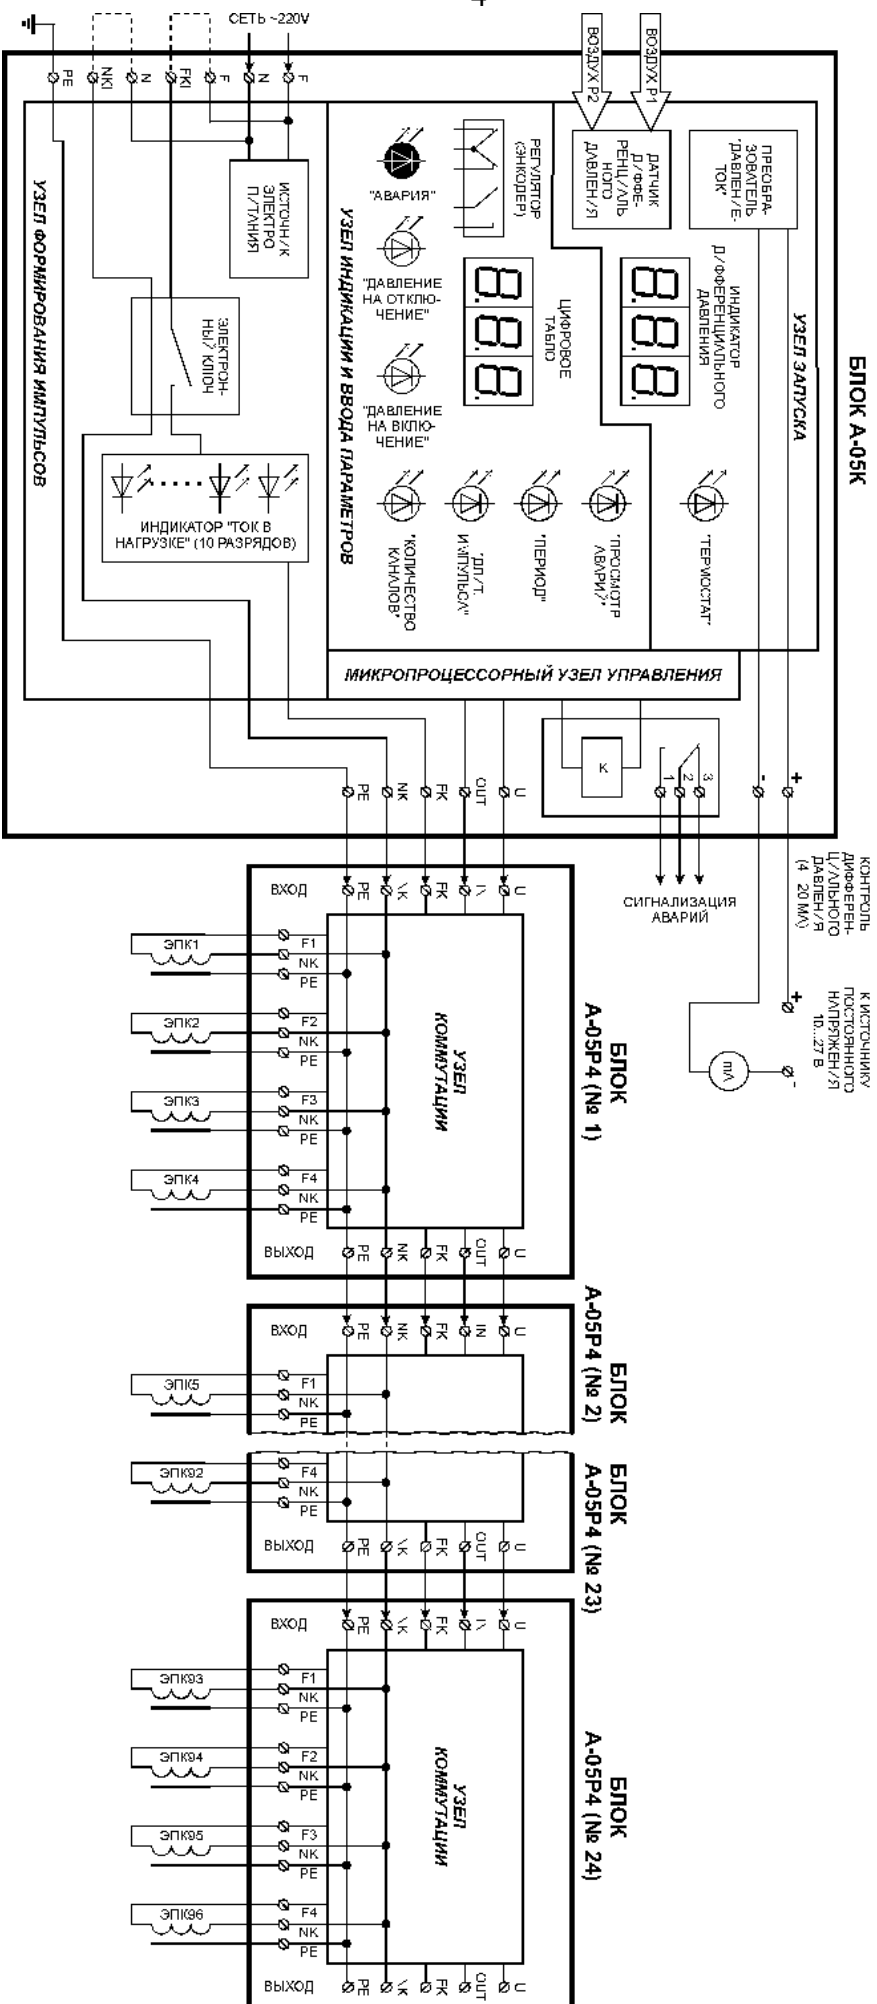
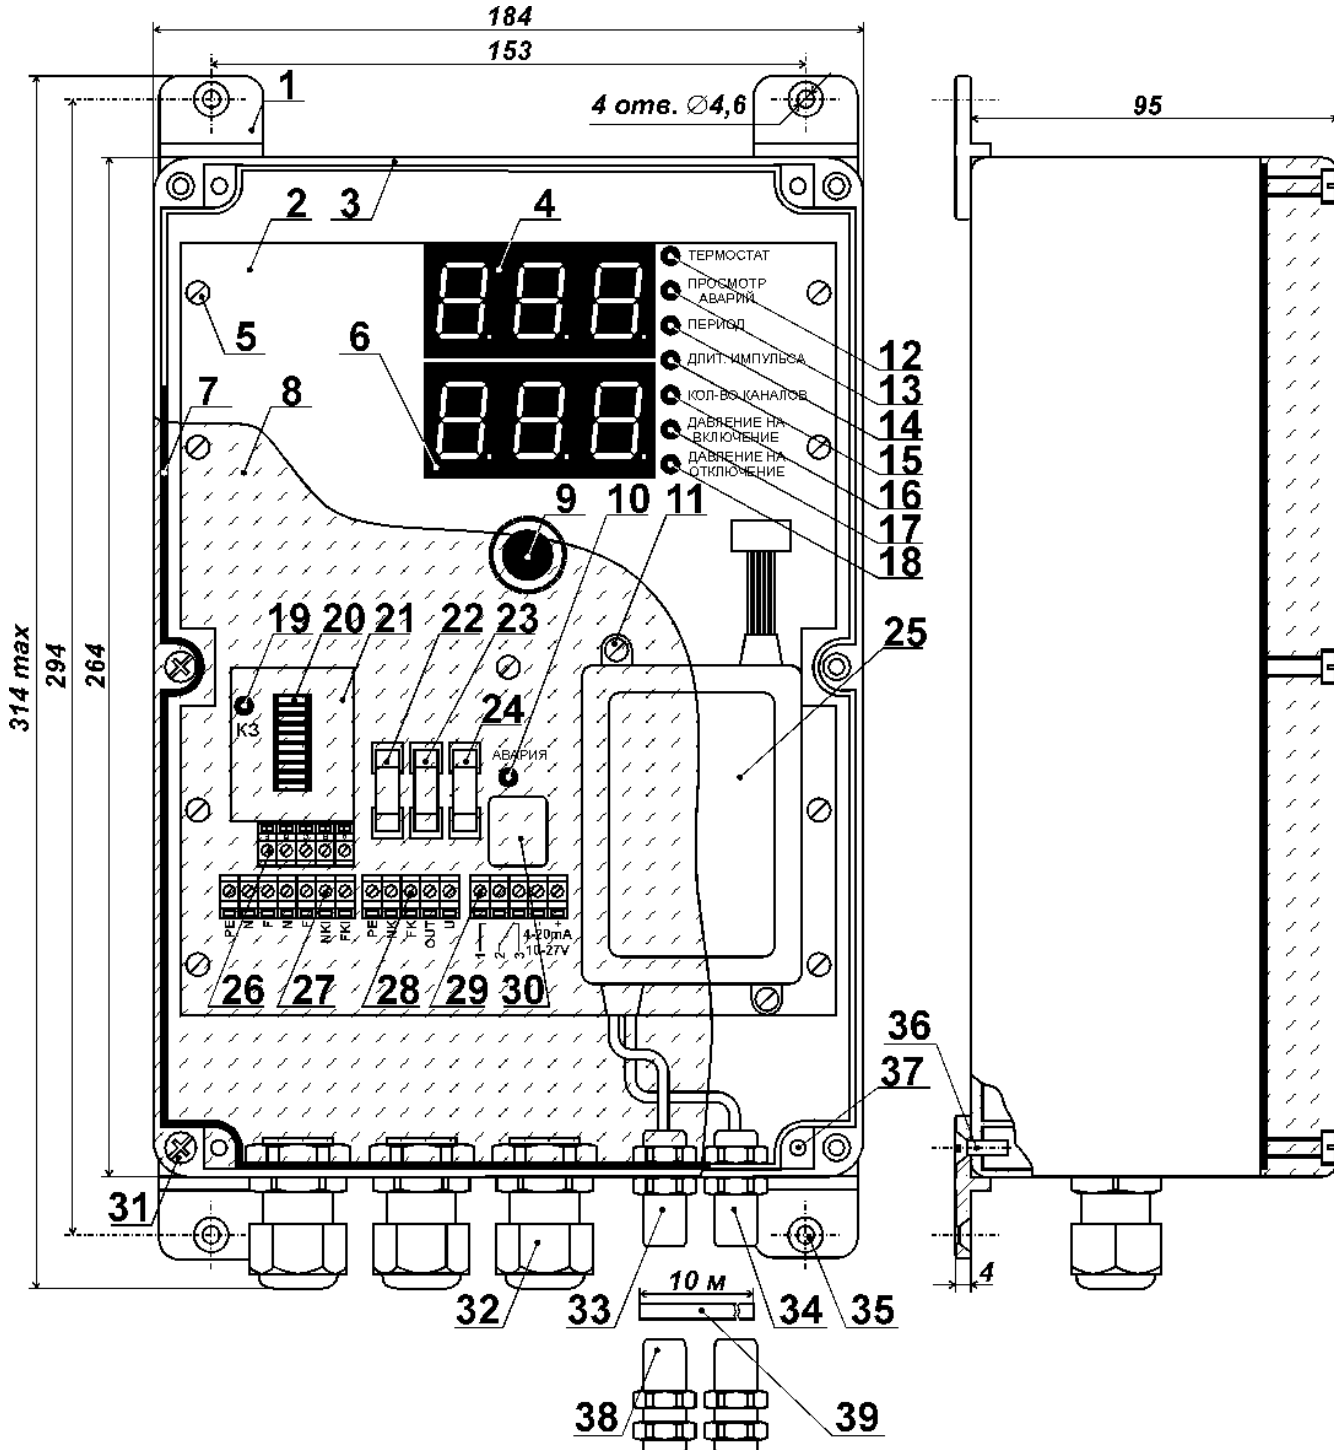
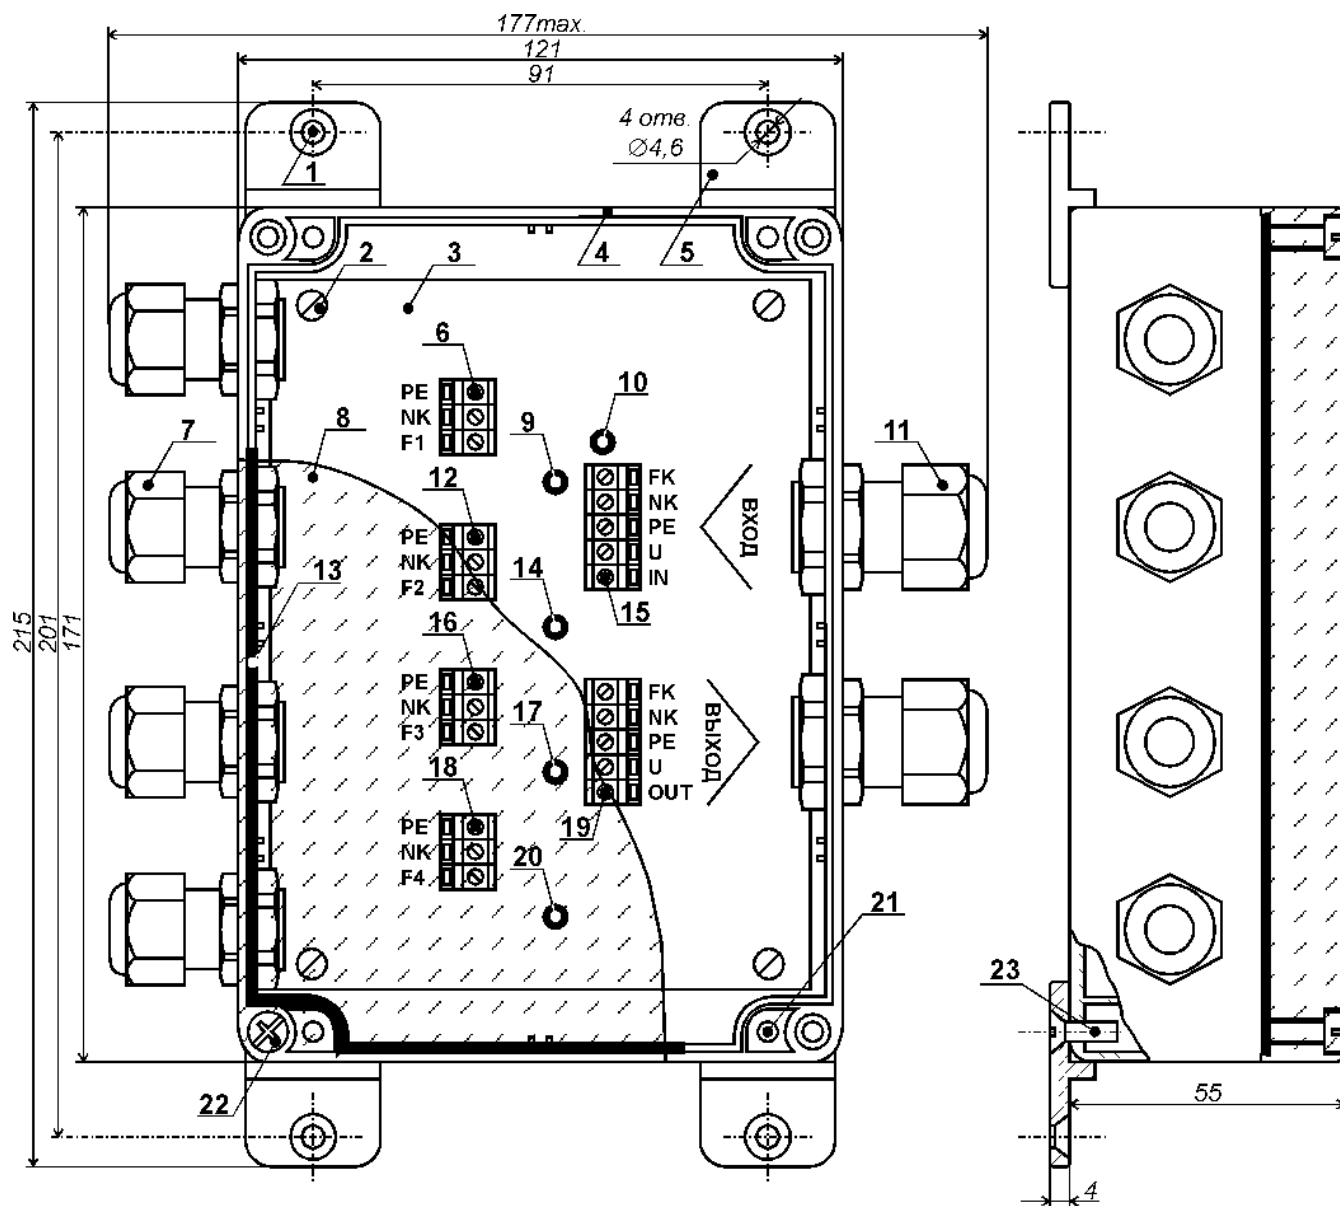

Рис. 1. Работа системы управления регенерацией 96-рукавного фильтра-циклона.
Рис. 2. Конструкция блока А-05К.
Рис. 3. Конструкция блока А-05Р4.
На рис. 1 показана система, предназначенная для управления регенерацией 96-рукавного фильтра. В данном варианте в состав системы входит максимально возможное количество блоков А-05Р4 – 24 штуки. Все они последовательно соединяются друг с другом, а блок А-05Р4 (№ 1) подключается к блоку управления А-05К.
Процесс регенерации начинается, когда дифференциальное давление превысит пороговое значение («ДАВЛЕНИЕ НА ВКЛЮЧЕНИЕ»). ЭЛЕКТРОННЫЙ КЛЮЧ выдаёт в линию связи импульсы с заданными длительностью и периодом, а также обеспечивает защиту блока от токовых перегрузок и коротких замыканий в цепях ЭПК. Амплитуда импульса определяется напряжением на клеммах «FKI» «NKI». Если ЭПК рассчитаны на подключение к промышленной сети переменного тока, то эти клеммы следует перемычками (показаны пунктиром на рис. 1) соединить с клеммами «F» и «N» соответственно. При использовании других ЭПК на клеммы «FKI» и «NKI» подаётся необходимое напряжение от внешнего блока питания. ИНДИКАТОР «ТОК В НАГРУЗКЕ» позволяет визуально сравнить между собой токи потребления различных ЭПК. ИСТОЧНИК ЭЛЕКТРОПИТАНИЯ формирует необходимые для работы блока напряжения, а также совмещает начало импульса регенерации с моментом перехода сетевого напряжения через ноль.
Конструкция блока А-05К показана на рис. 2.
Конструкция блока А-05Р4 показана на рис. 3.
Для соединения с блоком А-05К или предыдущим (по рис. 1) блоком А-05Р4 служит входной клеммный ряд [поз. 15]. К выходному клеммному ряду [поз. 19] подключается блок А-05Р4 со следующим (по рис. 1) порядковым номером.
6.3. Блоки А-05К и А-05Р4 крепятся четырьмя винтами с резьбой М4 или саморезами диаметром до 4,5 мм. Крепёжные винты (саморезы) вставляются в предназначенные для этого отверстия [рис. 2, поз. 35 и рис. 3, поз. 1].
6.5. Электрическое подключение входящих в систему блоков следует проводить в строгом соответствии с рис. 1.
6.6. Штуцера «Воздух до фильтра» [рис. 2, поз. 33] и «Воздух после фильтра» [рис. 2, поз. 34] подключаются к соответствующим воздуховодам.
6.8. Для удалённого контроля дифференциального давления между клеммами «+» и «-» блока А-05К, согласно рис. 1, соблюдая полярность, последовательно подключаются источник постоянным напряжением от 10 до 27 В и миллиамперметр (либо вход контроллера, рассчитанный на приём токового сигнала диапазона 4 – 20 мА).
6.9. Клеммный ряд входных напряжений [рис. 2, поз. 27] блока А-05К содержит две клеммы «F» и две клеммы «N». Одноимённые клеммы соединены между собой внутри блока. Любая из клемм «N» подключается к нейтрали, а любая из клемм «F» - к фазе промышленной сети переменного тока (187-242 В, 49-51 Гц). При использовании ЭПК с сетевым рабочим напряжением следует установить две перемычки (показаны пунктиром на рис. 1): одну - между оставшейся клеммой «F» и клеммой «FKI», а другую - между оставшейся клеммой «N» и клеммой «NKI».
6.11. Клеммы «U», «FK», «NK» и «PE» блока А-05К соединяются с одноимёнными клеммами на входном [рис. 3, поз. 15] клеммном ряду первого блока А-05Р4. Клемма «OUT» блока А-05К соединяется с клеммой «IN» первого блока А-05Р4 (см. рис. 1).
6.12. Клеммы «U», «FK», «NK» и «PE», расположенные на выходном [рис. 3, поз. 19] клеммном ряду каждого блока А-05Р4 соединяются с одноимёнными клеммами на входном [рис. 3, поз. 15] клеммном ряду следующего (по рис. 1) блока А-05Р4. Клемма «OUT» блока А-05Р4 соединяется с клеммой «IN» следующего (по рис. 1) блока А-05Р4.
6.13. ЭПК подключаются к клеммным рядам блока А-05Р4 поочерёдно, сверху вниз по рис. 3, в порядке возрастания номеров позиций на рис. 3. Если к блоку А-05Р4 должно быть подключено менее 4-х ЭПК, то свободными должны оставаться клеммные ряды с наибольшими (по рис. 3) номерами позиций. В противном случае, при выдаче импульса регенерации на пустой клеммный ряд, система зафиксирует внештатную ситуацию – обрыв ЭПК. С клеммой «PE» соответствующего ряда соединяется провод заземления ЭПК, а его катушка включается между клеммами «NK» и «F_{номер}».
7.1. При подаче питания на блок А-05К индикатор дифференциального давления [рис. 2, поз. 4] показывает перепад давлений воздуха на входе и выходе фильтра (от 0.00 до 4.00 кПа). При прогреве датчика дифференциального давления [рис. 2, поз. 25] до рабочей температуры светодиод «Термостат» [рис. 2, поз. 12] горит красным цветом. Изменение цвета свечения с красного на зелёный означает, что погрешность индикации давления не превышает ±1,5%.
7.3. Если дифференциальное давление меньше давления на включение, то система находится в режиме ожидания и цифровое табло [рис. 2, поз. 6] не горит. В противном случае система переходит в режим регенерации, и цифровое табло показывает номер ЭПК, на который будет выдан очередной импульс. В момент импульса индикатор «Ток в нагрузке» [рис. 2, поз. 20] на 10-разрядной светодиодной линейке показывает ток потребления ЭПК.
7.4. В режиме регенерации блок А-05К передаёт питающее напряжение и управляющие сигналы по линии связи. При наличии электропитания в блоке А-05Р4 загорается светодиод [рис. 3, поз. 10] и один из светодиодов [рис. 3, поз. 9, 14, 17 или 20], указывая, на какой из клеммных рядов [рис. 3, поз. 6, 12, 16 или 18 соответственно] будет выдан очередной импульс регенерации.
7.5. Для изменения параметров системы служит энкодер [рис. 2, поз. 9], который представляет собой кнопку с вращающимся валом. При нажатиях на энкодер поочерёдно включаются светодиоды «Период» [рис. 2, поз. 14], «Длительность импульса» [рис. 2, поз. 15], «Количество каналов» [рис. 2, поз. 16], «Давление на включение» [рис. 2, поз. 17] или «Давление на отключение» [рис. 2, поз. 18], позволяя изменить соответствующий параметр системы регенерации. Текущее значение параметра отображается на цифровом табло. Увеличение значения осуществляется поворотом энкодера по часовой стрелке, а уменьшение - против.
7.14. В процессе работы блок А-05К контролирует температуру и показания датчика дифференциального давления, а также работоспособность блоков А-05Р4 и ЭПК. Светодиод «Авария» [рис. 2, поз. 10] и реле управления внешней сигнализацией [рис. 2, поз. 30] срабатывают при следующих внештатных ситуациях:
7.14.1. В течение 5 минут после подачи на блок А-05К сетевого напряжения датчик дифференциального давления не достиг рабочей температуры (+ 40 °С), то есть светодиод «Термостат» [рис. 2, поз. 12] не изменил цвет свечения с красного в зелёный. В данном случае показания датчика игнорируются, и регенерация продолжается непрерывно.
7.15. Если система зафиксировала внештатные ситуации, описанные в пп. 7.14.3 и (или) 7.14.4 то при первом нажатии на энкодер включается светодиод «Просмотр аварий» [рис. 2, поз. 13], а на цифровое табло выводится формализованное сообщение о типе аварии.
7.16. Сообщение вида «bXX» свидетельствует о том, что блоку А-05К не удалось установить связь с блоком А-05Р4 с номером XX (по рис. 1). В данном случае необходимо проверить исправность линии связи, приходящей на входной клеммный ряд [рис. 3, поз. 15] соответствующего блока А-05Р4, а также целостность одного из предохранителей [рис. 2, поз. 24], установленных в блоке А-05К. Если при следующем нажатии на энкодер светодиод «Просмотр аварий» продолжает гореть, то системой зафиксированы также отказы ЭПК.